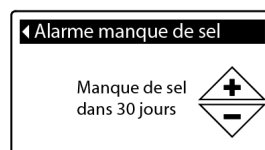

FIG.26
5. Appuyez sur SELECT (O) pour afficher l'écran Alarme manque de sel (Figure 26).